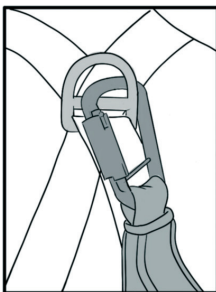

fig.2
2. Sprawdzić, czy łącznik użytkownika jest przymocowany do zaczepu uprząży, przed przystąpieniem do wykonywania prac na wysokości, a w razie konieczności, czy klucz jest zaciśnięty (rys. 2).